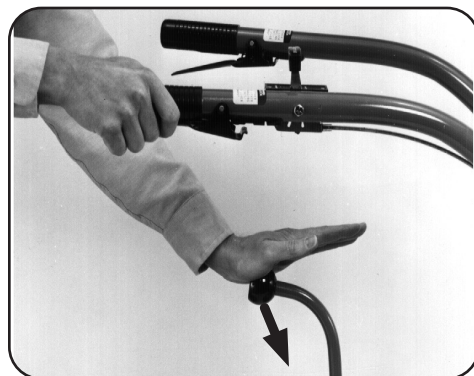

Figura 4-3
5. Para mover la cultivadora hacia adelante y activar los dientes, apriete y mantenga la Palanca de interbloqueo de avance contra la empuñadura del manillar (Consulte la Figura 4-3), luego mueva la palanca de Ruedas/Dientes/Transmisión de la PTO hacia abajo hasta la posición FORWARD (avance).